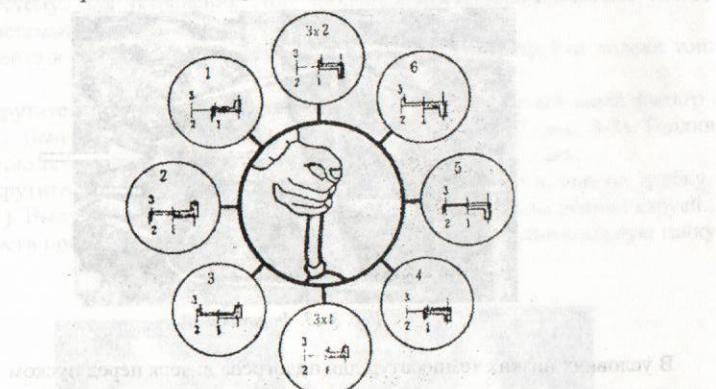

Рис. 3-15. Схема переключения передач
- 3) плавно, без рывков, включить выбранную передачу (рис. 3-15). Если передача не включается, вернуть рычаг переключения передач в нейтральное положение, отпустить педаль сцепления, включить требуемую передачу,